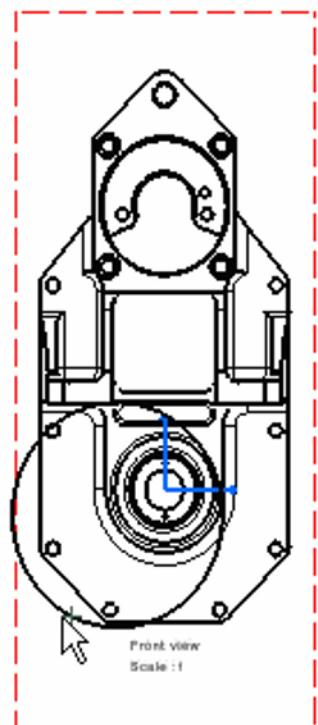

Fig.40. Selectarea zonei de detaliat
- Se selecteaza, prin tragere, raza zonei de detaliat (fig.40);